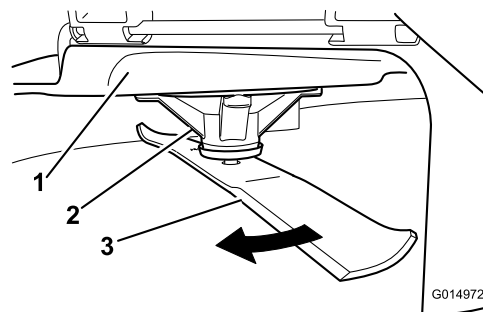

Figura 72
2. Purtați mâinii cu protecție corespunzătoare sau alte protecții adecvate pentru mâini și rotiți încet lama într-o poziție care vă permite să măsurați distanța dintre marginea de tăiere și suprafața uniformă pe care se află maina (Figura 72).